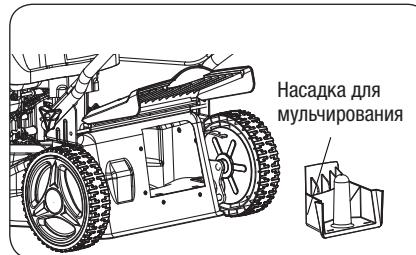

Рис. 6
**СБОРКА НАСАДКИ ДЛЯ МУЛЬЧИРОВАНИЯ** (Рис. 6).